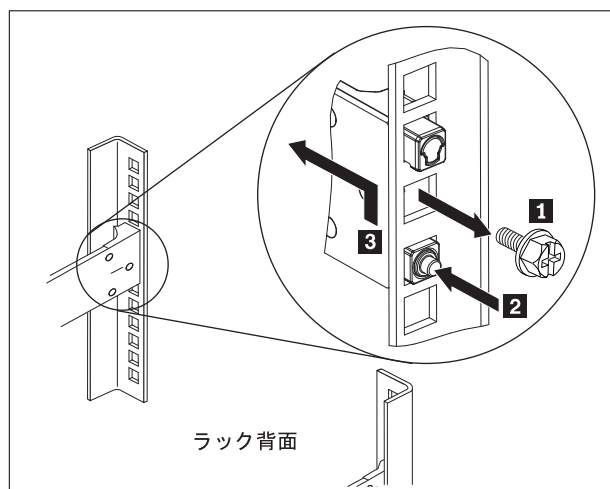

図 22. アプライアンス後部を持ち上げてレールから外す
3. 図 22 に示すように、スライド・レールの後端を取り外します。